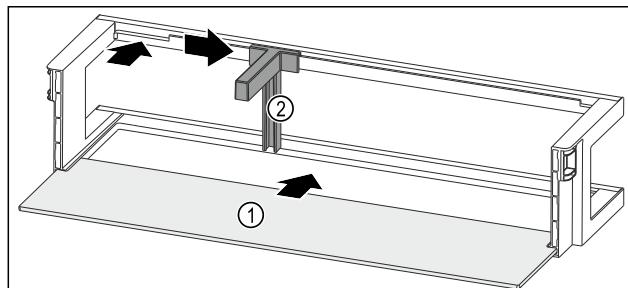

Fig. 98 Дверная полка со съемной полкой
- Вдвиньте съемную полку Fig. 98 (1) в боковые пазы.
- Установите держатель для бутылок Fig. 98 (2) в выемку.
- Сместите держатель для бутылок Fig. 98 (2) в нужное положение в сторону.